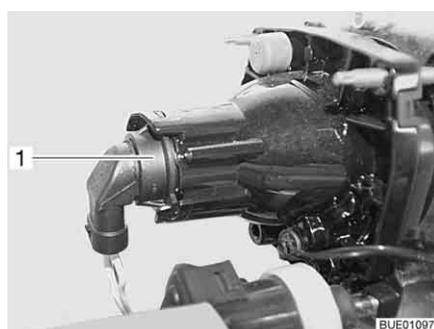

Fig. 269 Faro anabbagliante/abbagliante/luce di posizione
- Afferrare dietro il supporto lampada (Fig. 269,1).